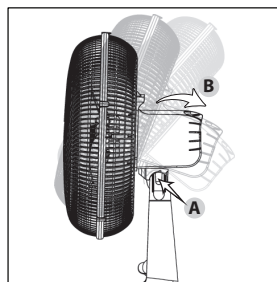

Figura 15
Para regular a inclinação do seu ventilador, pressione a trava lateral com o polegar, mantendo-a pressionada (A). Ajuste a inclinação da unidade motora para a posição desejada (B) e então solte as travas (Figura 15)